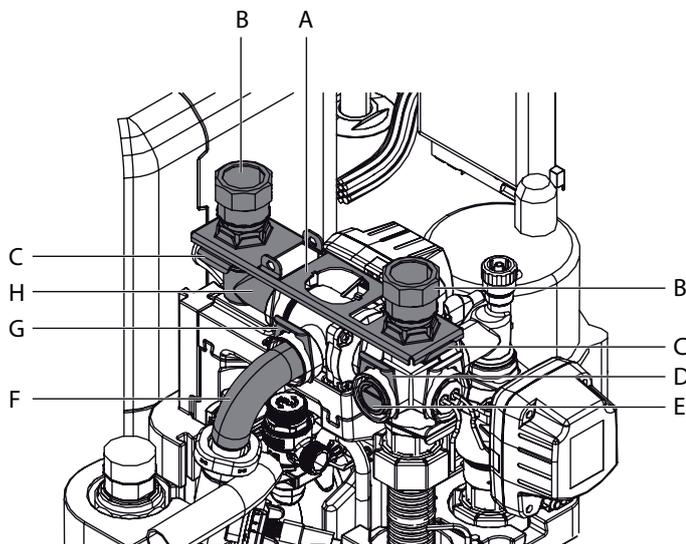
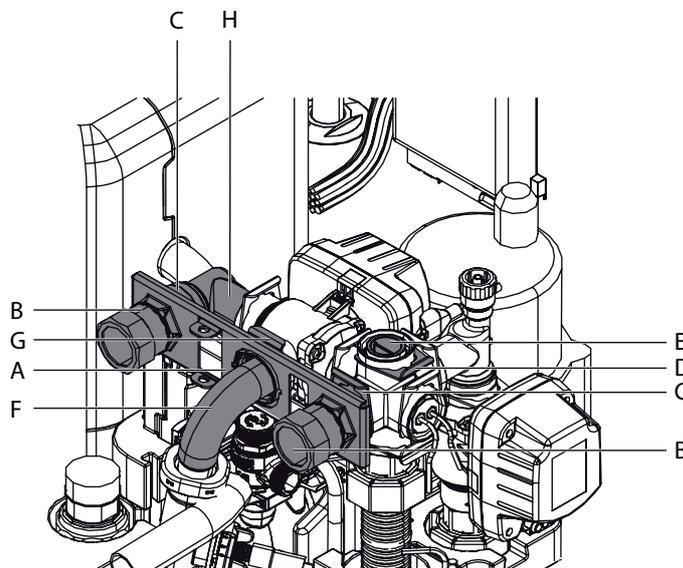

Fig. 4-10 Conexiones de impulsión y retorno de la calefacción guiadas hacia arriba
Fig. 4-11 Conexiones de impulsión y retorno de la calefacción guiadas hacia atrás
- Retirar ambas horquillas de los acoplamientos de conexión (fig. 4-10, pos. C).
- Retirar ambos acoplamientos de conexión (fig. 4-10, pos. B).
- Retirar la chapa de sujeción (fig. 4-10, pos. A).
- Retirar la horquilla del tapón de cierre (fig. 4-10, pos. D).
- Extraer los tapones de cierre (fig. 4-10, pos. E).
- Girar el codo (fig. 4-10, pos. H) 90° hacia atrás.
- Retirar las horquillas del codo (fig. 4-10, pos. G).
- Desplazar el codo (fig. 4-10, pos. F) hacia atrás con cuidado en su alojamiento horizontal, de modo que la chapa de sujeción (fig. 4-11, pos. A) pueda interponerse verticalmente.
- Empujar la chapa de sujeción entre el codo y su alojamiento horizontal, y volver a colocar el codo (fig. 4-11, pos. F) en su alojamiento mediante el orificio central de la chapa de sujeción.
- Volver a asegurar el codo en su alojamiento con la horquilla (fig. 4-11, pos. G).
- Colocar ambos acoplamientos de conexión (fig. 4-11, pos. B) a través de la chapa de sujeción en los alojamientos laterales.
- Asegurar ambos acoplamientos de conexión con horquillas (fig. 4-11, pos. C) en sus alojamientos.
- Colocar los tapones de cierre (fig. 4-11, pos. E) en el alojamiento superior.
- Asegurar los tapones de cierre con horquillas (fig. 4-11, pos. D).